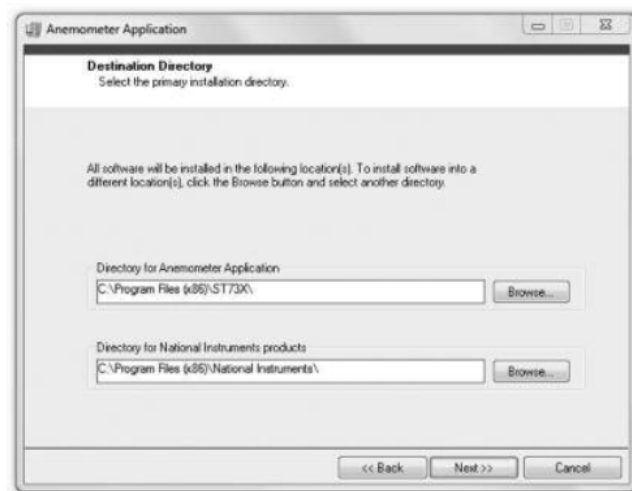

Fig.9. Ecran initial pour l'installation du logiciel
3. Double-cliquez sur l'icône "Run setup.exe", ou sur l'icône représentant le disque pour commencer AutoPlay. La fig.9 illustre l'écran qui apparaît. Cliquez sur NEXT pour installer le